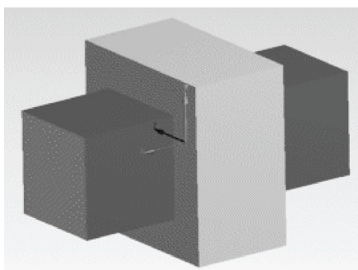

图 16-3 平动连接
- Translational Joint——平动连接，限制 UY, UZ, ROTX, ROTY, ROTZ，如图 16-3 所示。